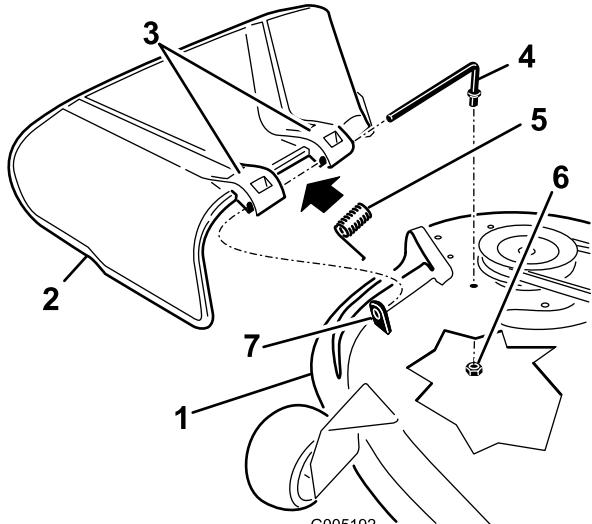

Figure 56
1. Retirez l'écrou (3/8 po) de la tige, sous le tablier de coupe (Figure 56).
2. Sortez la tige de la courte cheville de positionnement, du ressort et du déflecteur d'herbe (Figure 56).
4. Remettez en place le déflecteur d'herbe (Figure 56).
7. Insérez la tige dans le deuxième support du déflecteur d'herbe (Figure 56).
9. Fixez l'extrémité arrière de la tige dans le tablier de coupe à l'aide d'un écrou (3/8 po), comme montré à la Figure 56.